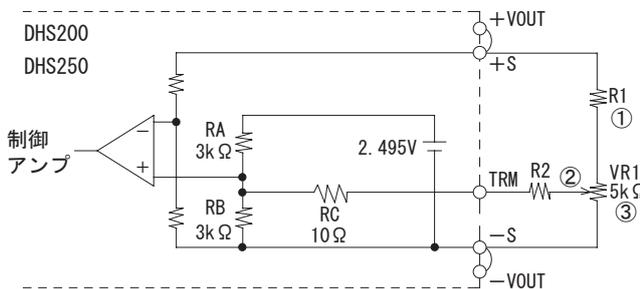

図3.6 外付け部品の接続方法 (DHS200/250)
(1) 出力電圧を調整する場合
■ポリューム (VR1) と抵抗 (R1, R2) を図3.6のように接続することで出力電圧を可変できます。